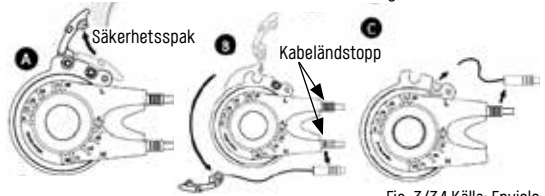

Fig. 3/34 Källa: Enviolo
Enviolo-växelnav ska växlas till ett läge där säkerhetsspaken och kabels ändstopp är lättillgängliga („Fig. 3/ Källa: Enviolo“ på sida 34). Efter att säkerhetsspaken (A) har öppnats kan båda kabeländstoppen (B) och (C) avlägsnas.